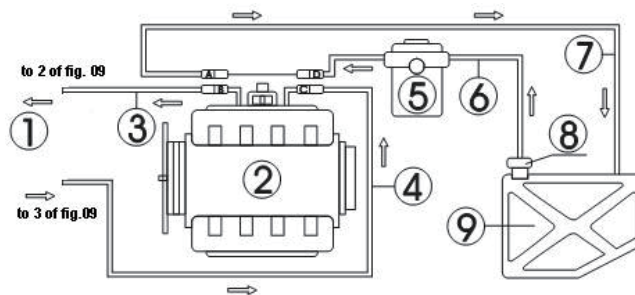

Рис.09
Соединение шлангопровода двигателя с возвратным шлангом показано на рис.09.
- Отсоедините разъемы шлангов подачи топлива (C, D) и возврата топлива (A, B) топливной системы двигателя (при отсоединении разъема оберните его полотенцем). Выберите подходящие разъемы и подсоедините их к концу В и концу С отдельно, а затем подсоедините другие концы к соответствующим возвратному и выпускному шлангам устройства. См. рис.09.